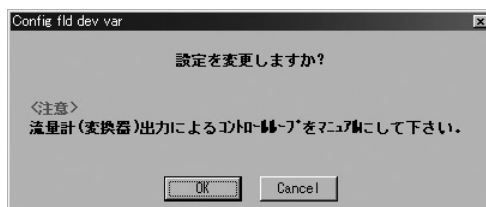

図26
- ⑤ 温度(Temp)は温度単位、温度ダンピングを設定することができます。
- ⑥ それぞれの項目を設定します。右側に矢印がある項目については右側の矢印をクリックしてドロップダウンリストの中から選択、その他の項目については直接数値を入力してください。
- ⑦ 全て設定が完了したら「OK」ボタンをクリックします。クリックすると、図26のようなメッセージボックスが現れます。